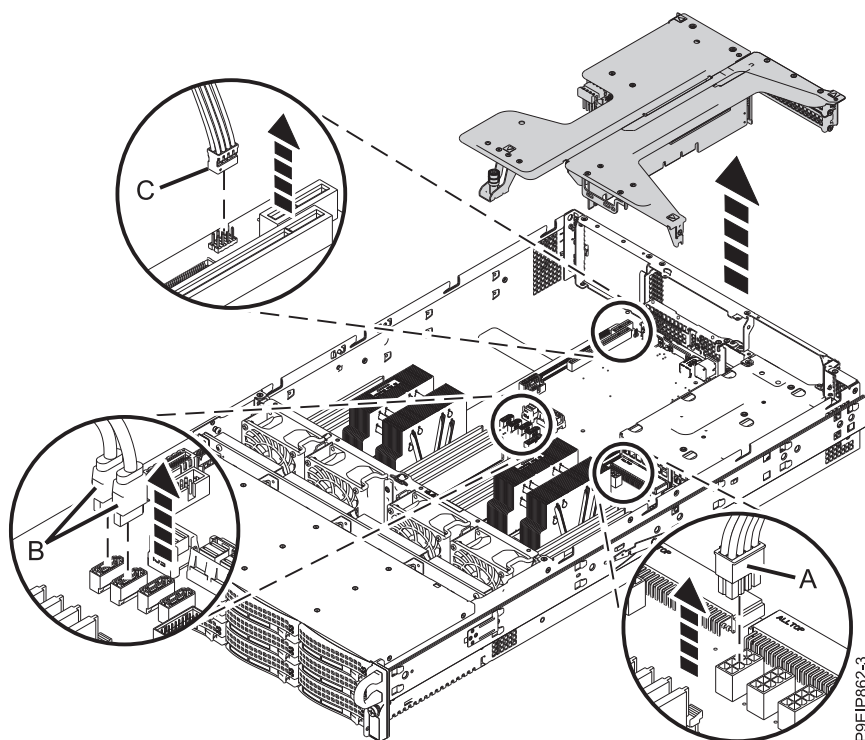

Figura 22. Desconectando os cabos de sinal e os cabos de energia da unidade do painel traseiro do sistema
- a. Retraia o pino de retenção (A) de modo que a seta aponte para o sistema. Além disso, se o sistema tiver um parafuso de aperto manual perto da parte frontal do riser prendendo o riser ao painel traseiro do sistema, solte-o completamente.
4. Identifique, observe o local e remova o cabo de energia da unidade (A) e os cabos de sinal da unidade (B) e (C) do painel traseiro do sistema, conforme mostrado na Figura 22 na página 25. Usando o